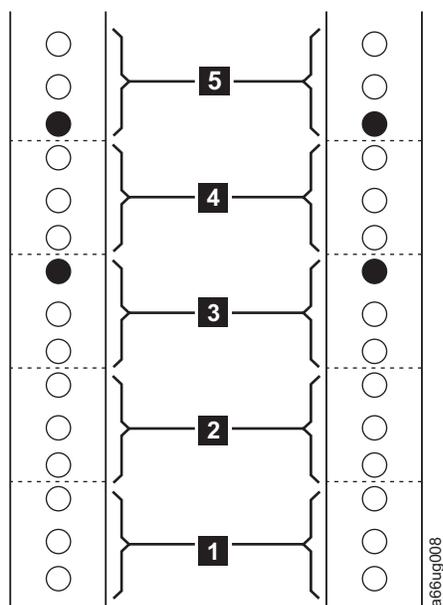
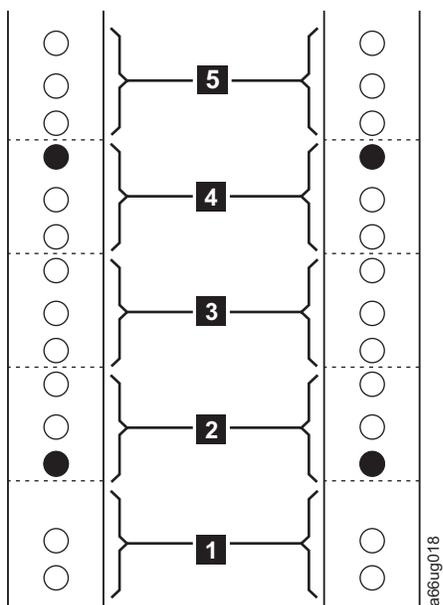

Рисунок 3-4. Идентификация EIA и расположения штифтов ПЕРЕДНИХ направляющих вертикальной стойки.
Рисунок 3-5. Идентификация EIA и расположения штифтов ЗАДНИХ направляющих вертикальной стойки.
1. Карандашом отметьте первое положение EIA (**1** в рис. 3-4 и **1** в рис. 3-5) из пяти EIA, выбранных на каждой вертикальной направляющей в стойке. Нижняя часть полки с направляющими должна находиться на одном уровне с нижним отверстием первого EIA на передних вертикальных направляющих в стойке.
2. Штифты направляющих расположены в передней и задней частях каждой направляющей из комплекта для монтажа в стойку. Штифты направляющих располагаются в соответствии с маркировкой в виде черных кружков на рис. 3-4 и рис. 3-5:
- Верхнее отверстие третьего EIA ( **3** в рис. 3-4 на стр. 3-7).
- Нижнее отверстие пятого EIA ( **5** в рис. 3-4 на стр. 3-7).
- Нижнее отверстие второго EIA ( **2** в рис. 3-5 на стр. 3-7).
- Нижнее отверстие четвертого EIA ( **4** в рис. 3-5 на стр. 3-7).
- Верхнее отверстие первого отсека (см. рис. 3-4 на стр. 3-7)
- Нижнее отверстие третьего отсека EIA в направляющих вертикальной стойки (см. рис. 3-4 на стр. 3-7)